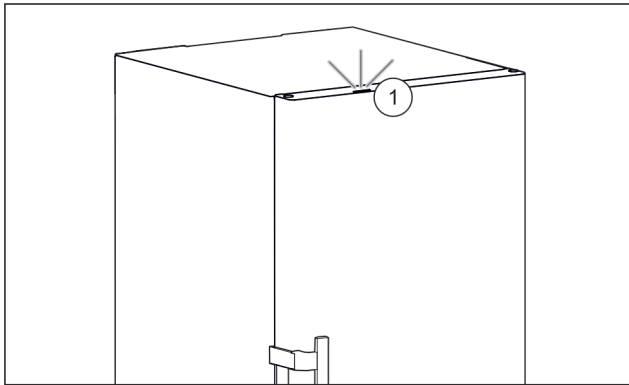

Fig. 41 Aktivt statuslys, når døren er lukket
- ▷ Statuslyset Fig. 41 (1) er aktiveret.